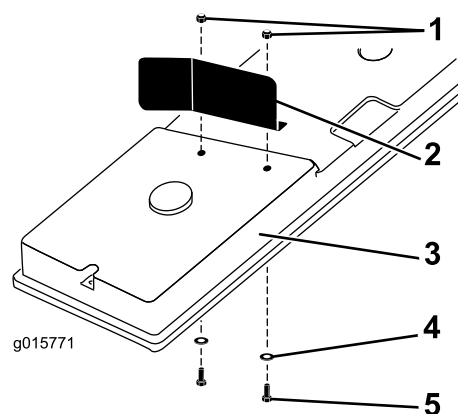

Figure 3
6. Poser le déflecteur sur le capot moteur comme illustré à la Figure 3.